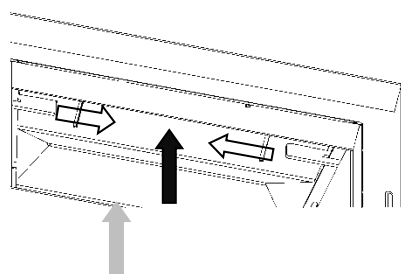

Рис. 2
- 3.1.3 Камин устанавливается так, чтобы его облицовка была на расстоянии не менее 100 мм от задней и боковых стенок каминной топки. В оставленных промежутках и происходит необходимый воздухообмен. (рис.2).
- 3.1.4 Оставляйте швы для температурного расширения (2-3 мм) в местах соприкосновения корпуса топки с облицовкой – в ее нижней и боковых частях - рис.2 и 3.
- 6.4.3 Сдвиньте переднюю часть верхнего дефлектора минимум на 20 мм вверх. Сдвиньте боковые шторки к середине топки. (Рис. 2)